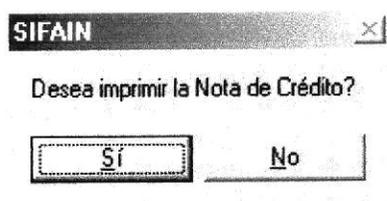

Figura 8.36 Mensaje de imprimir Nota de Crédito
13. Luego se presentará el mensaje de impresión de la Nota de Crédito de la figura 8.36.